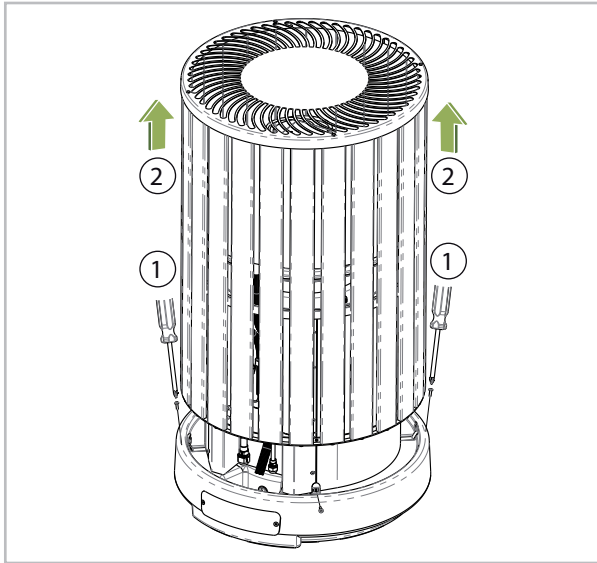

Abb. 35: Demontage der Aluminiumverkleidung
- Um die Kältemittelleitungen zu installieren müssen Sie zunächst die Aluminiumverkleidung des Außenmoduls abmontieren (siehe Abb. 35). Lösen Sie dazu im unteren Bereich der Verkleidung die vier M6 Schrauben (1) und ziehen Sie die Verkleidung vorsichtig nach oben ab (2). Achten Sie drauf, dass Sie dabei nicht den Wärmetauscher und den Ventilator beschädigen.